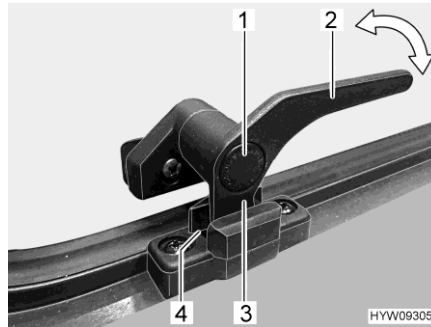

Fig. 63 Palanca de bloqueo (posición de "ventilación continua")
- En la posición "ventilación continua" (Fig. 63)
- Presionar el botón de seguridad (Fig. 63,1) y mantenerlo pulsado.
- Girar la palanca de bloqueo (Fig. 63,3) un cuarto de vuelta hacia la mitad de la ventana.
- Girar de nuevo hacia atrás la palanca de bloqueo. El saliente de bloqueo (Fig. 63,3) de la palanca de bloqueo se ha de introducir para ello en el rebaje del bloqueo de la ventana (Fig. 63,4).
- Soltar el botón de seguridad (Fig. 63,1).